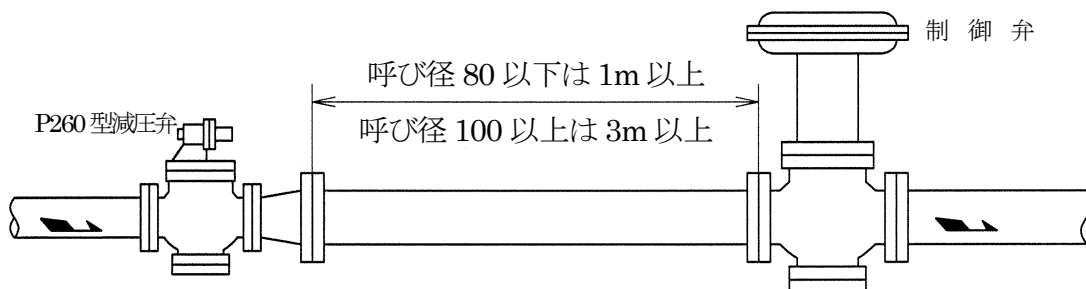

図 5 制御弁がある場合 (二次側)
3.6 減圧弁の二次側に制御弁を取付ける場合、減圧弁と制御弁の距離をできるだけ長く(呼び径 80 以下は 1m 以上、呼び径 100 以上は 3m 以上)とってください(図 5)。一次側に制御弁を取付ける場合も同様です。この場合、減圧弁は 3.6 項の P260-DHC 型減圧弁をご使用ください。